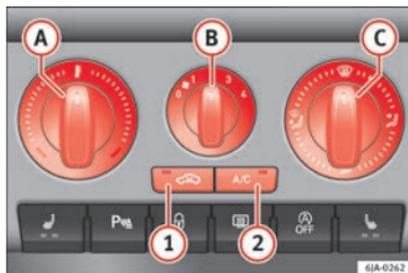

Fig. 170 Aire acondicionado: elementos de manejo.
El sistema de refrigeración funciona solamente si está pulsada la tecla **A/C** **2** » **fig. 170** » pág. 154, cumpliéndose a la vez las siguientes condiciones:
- La temperatura aumenta girando el mando **A** » **fig. 170** hacia la derecha.
- Conecte el ventilador girando el mando **B** » **fig. 170** a las posiciones de 1 hasta 4.
- Girando el mando **C** » **fig. 170** se ajusta el acceso de aire a los respectivos difusores » pág. 152.
- Pulse la tecla **A/C** **2** » **fig. 170** y el testigo de dentro de la tecla se ilumina.
Si el rotativo **C** » fig. 170 está en posición de deshielo, la trampilla de recirculación estará siempre abierta (indicador luminoso apagado).
- Pulse la tecla **1** » fig. 170, el testigo de la tecla se ilumina indicando que se ha activado la recirculación del aire interior del habitáculo.